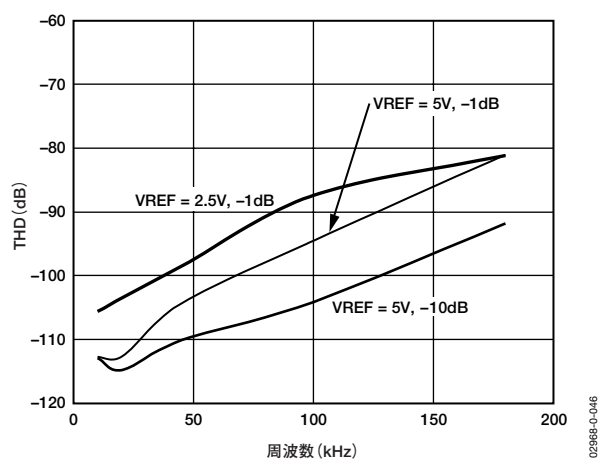

図16. THDの周波数特性
- ACアプリケーションの場合、ドライバはAD7685に適したTHD性能を備えている必要があります。図16に、AD7685のTHDの周波数特性を示します。